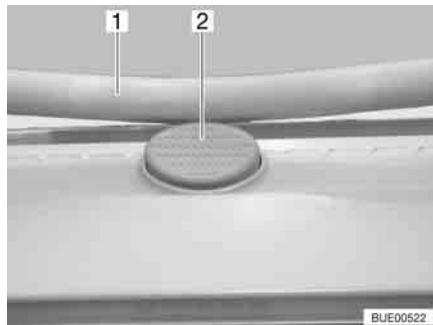

Fig. 36 Bottone di sicurezza sull'oblò Heki
Apertura: ■ Premere il bottone di sicurezza (Fig. 36,2) e tirare verso il basso la staffa (Fig. 36,1) con entrambe le mani.
■ Premere la staffa verso l'alto con ambedue le mani, finché la staffa non poggia al di sopra del bottone di sicurezza (Fig. 36,2).
■ Premere il bottone di sicurezza (Fig. 36,2) e tirare verso il basso la staffa (Fig. 36,1) con entrambe le mani.